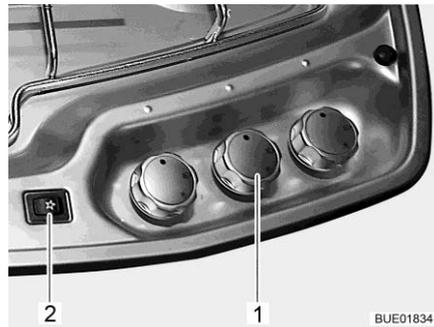

Fig. 175 Elementos de mando para la cocina de gas
- Girar el regulador giratorio (Fig. 175,1) correspondiente al quemador deseado a la posición de encendido (llama alta).
- Presionar el botón de encendido (Fig. 175,2). En el quemador se producen chispas de encendido.